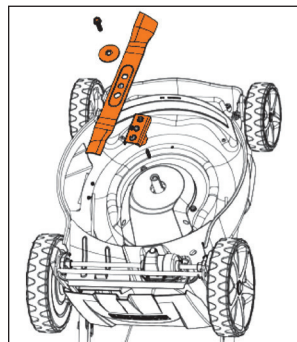

Рис. 23
- Для замены ножа (Рис. 23) слейте топливо и масло из газонокосилки и плавно поставьте ее на задние колеса перевернув ее в вертикальное положение.